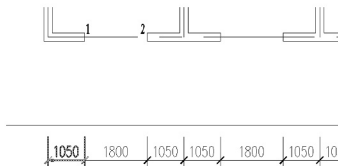

图 3.44 选择基准标注
(2) AutoCAD 自动连接的标注不是所需要的标注，所以在指定第二条尺寸界线原点或[放弃(U)/选择(S)]<选择>：提示下，按 Enter 键执行尖括号内的【选择】命令，表示要重新选择基准标注。
① 在选择基准标注：提示下，将光标放在如图 3.44 所示的 1050 左侧的尺寸线上，然后单击以选择基准标注。